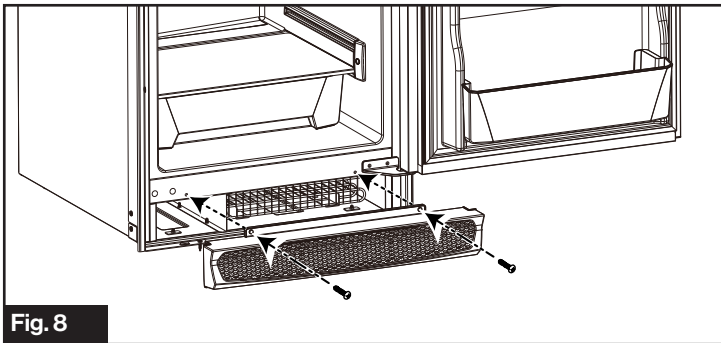

Fig. 8
- Reinstale la rejilla de ventilación y apriete los tornillos. (Fig. 8)